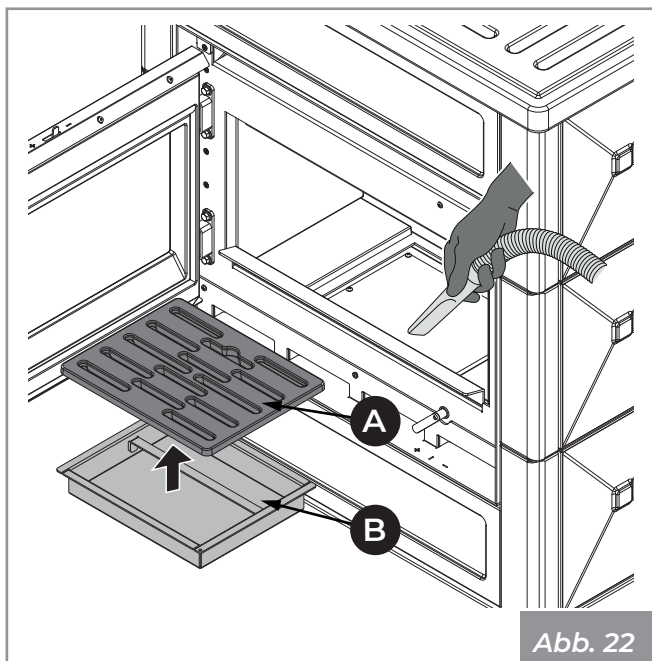

Abb. 22
- 1) Das Gitter sorgfältig reinigen (**A**) (**Abb. 22**). Das Rost herausnehmen und mit einem kleinen Besen (nicht mit geliefert) die Verbrennungsrückstände von der Feuerstätte in die Aschelade fegen.
- 2) Ziehen Sie die Aschelade (**B**) aus dem Sockel und saugen Sie die in den Fächern darunter angesammelte Asche auf (**Abb. 22**).